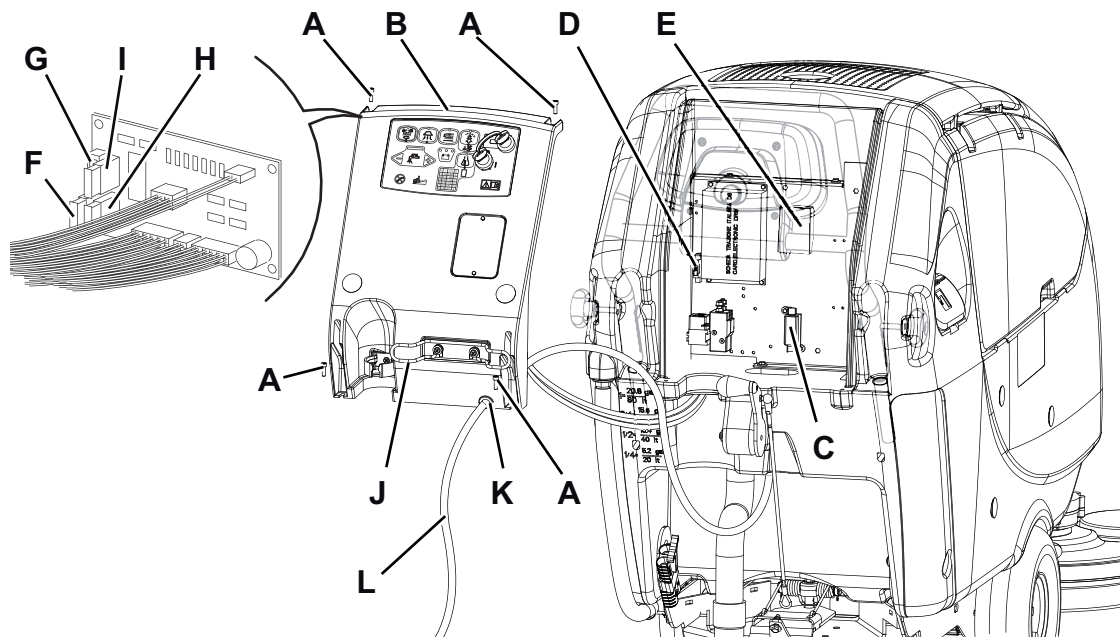

Abbildung 9
1. Batteriestecker (12) trennen.
2. Schmutzwasserablassrohr (16) verschieben.
3. Falls erforderlich, das Ladeegerätkabel (L, Abb. 9) vom Halter (J) abnehmen.
4. Schrauben (A) entfernen, den kleinen Gummi (K) aus dem Sitz der Bedienfeldplatte (B) herausnehmen und Bedienfeldplatte (B) vorsichtig abnehmen.